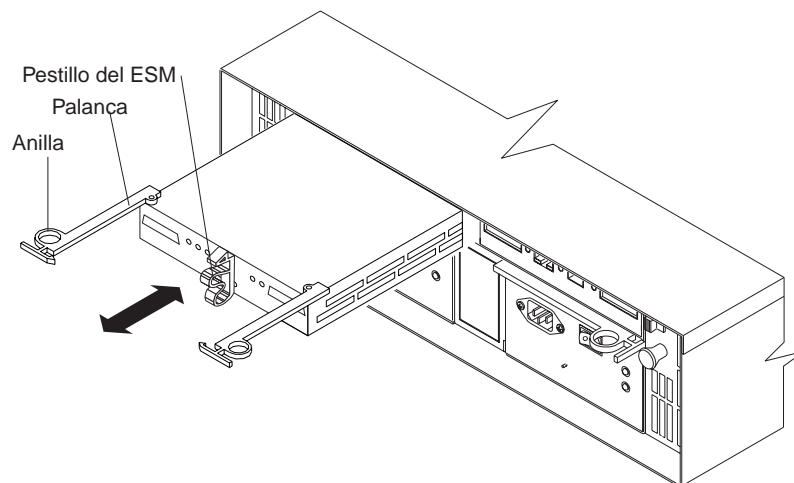

Figura 7. Extracción de un ESM
2. Sujete las anillas y tire de las palancas; a continuación, extraiga el ESM de la bahía tal como se muestra en la Figura 7.